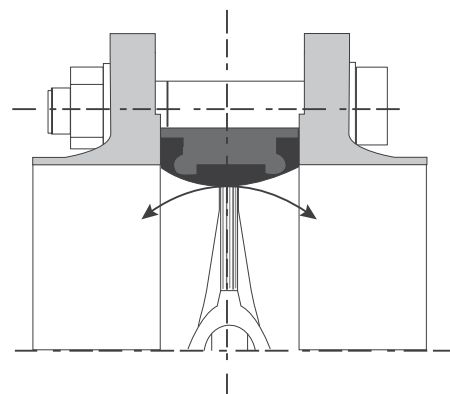

Abbildung 2: Falscher Einbau
- Schlechte Abdichtung zwischen Absperrdichtung und Klappenscheibe (siehe Abbildung 2).